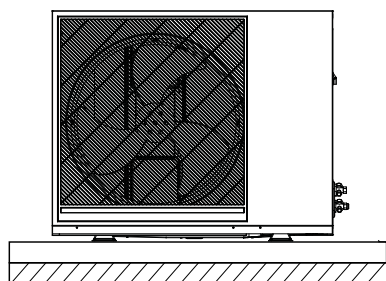

Rys.: 6-3
- Jeśli skroplin nie da się z łatwością odprowadzić z jednostki, zamontuj jednostkę na betonowych blokach (wysokość fundamentu musi wynosić około 300 mm, patrz rys. 6-3).